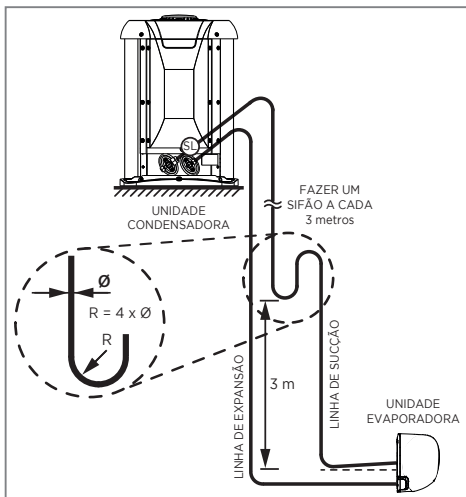

FIG. 20 - LINHAS DE INTERLIGAÇÃO
- Quando a unidade condensadora estiver em um nível superior ao da unidade evaporadora, fazer sifões nas subidas da linha de sucção a cada 3,0 metros; considerando desde a saída da evaporadora (Fig. 20).
- Inclinar as linhas horizontais de sucção no sentido do fluxo (Fig. 20).